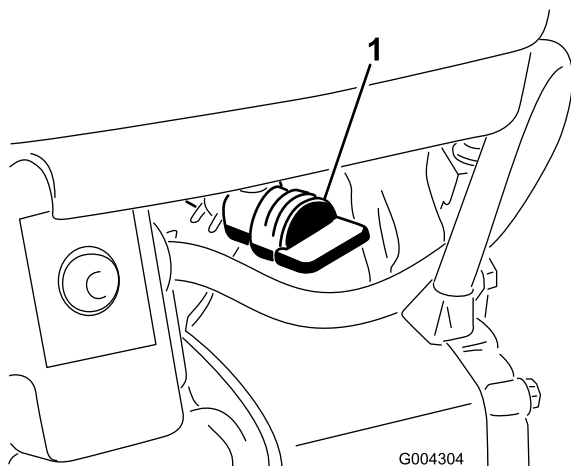

Figure 20
4. Ouvrez le robinet d'arrivée de carburant situé au-dessous du réservoir de carburant (Figure 20).
5. Fermez le robinet d'arrivée de carburant (Figure 20).